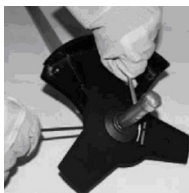

Рисунок 7
- зніміть чашку з валу (рис.7), залишивши маточину;
- встановіть (наживить) гайку на вал. Перевірте правильність Рисунок 7 встановлення ножа;
- зніміть чашку з валу, залишивши маточину (рис.7);